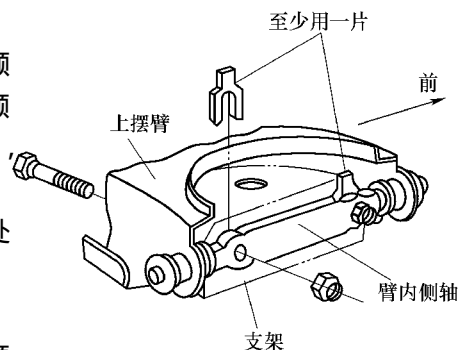

图 15-11 通过双摆臂悬架上调整垫片调整前轮外倾角
(1) 靠调整垫片调整主销后倾角。打开机仓盖,站在转向轮处向下看,即可看见双摆悬架和上摆臂内例的两组调整垫片,见图 15-11。